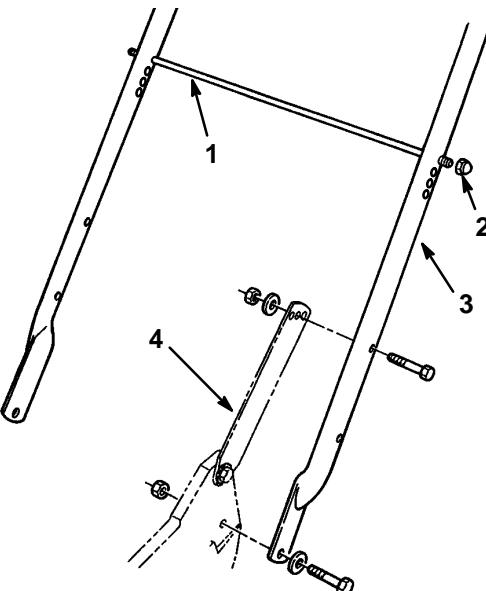

Figure 2
- Monte la manija en la parte exterior de la caja de la cortadora, usando el orificio inferior y utilizando (2) tornillos de cabeza de 5/16-18 x 1-1/4 pulgadas de longitud, arandelas y contratuerca de inserción delgadas de nylon (Fig 2).
- Fije los pestillos a la manija mediante (2) tornillos de cabeza de 5/16-18 x 1-1/2 pulgadas de longitud, arandelas y contratuerca de inserción de nylon (Fig 2).
- Deslice la varilla de soporte del saco a través de los orificios de montaje **superiores** de la manija, y cierre cada extremo utilizando una contratuerca de cabeza (Fig. 2).